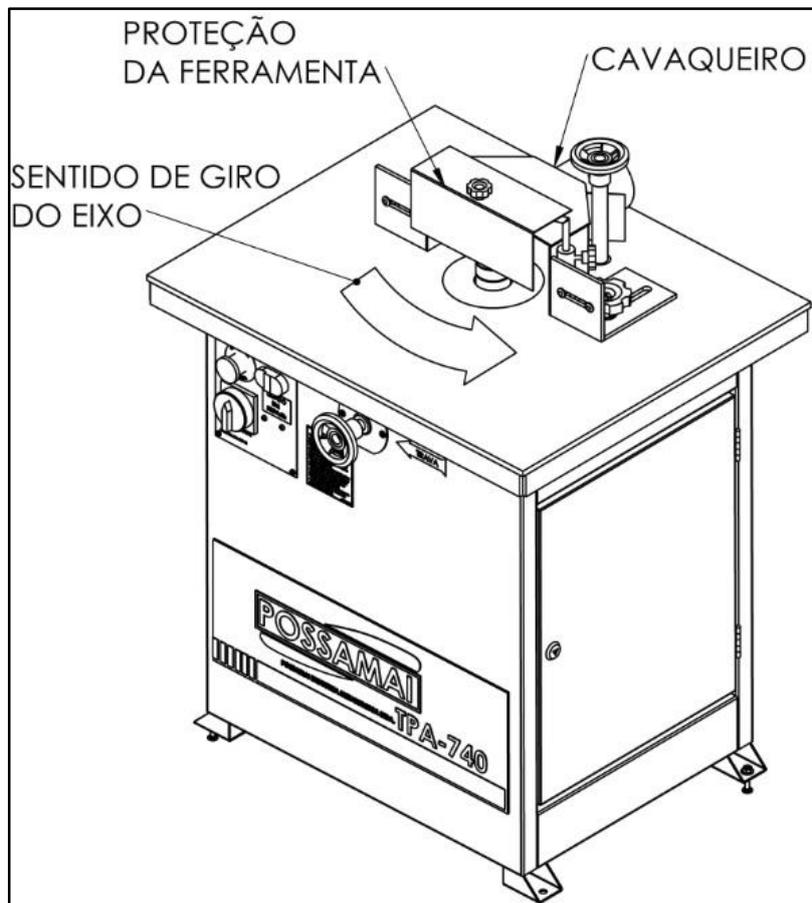

Figura 6: PROTEÇÕES DE SEGURANÇA
Ao instalar a máquina verificar o sentido de giro do eixo porta ferramenta, de modo que, ao posicionar-se em frente da mesma, o sentido de giro deverá ser anti-horário (ver figura 6).
- Sem as devidas proteções previstas, eliminar as mesmas ou partes dela (ver figura 6);